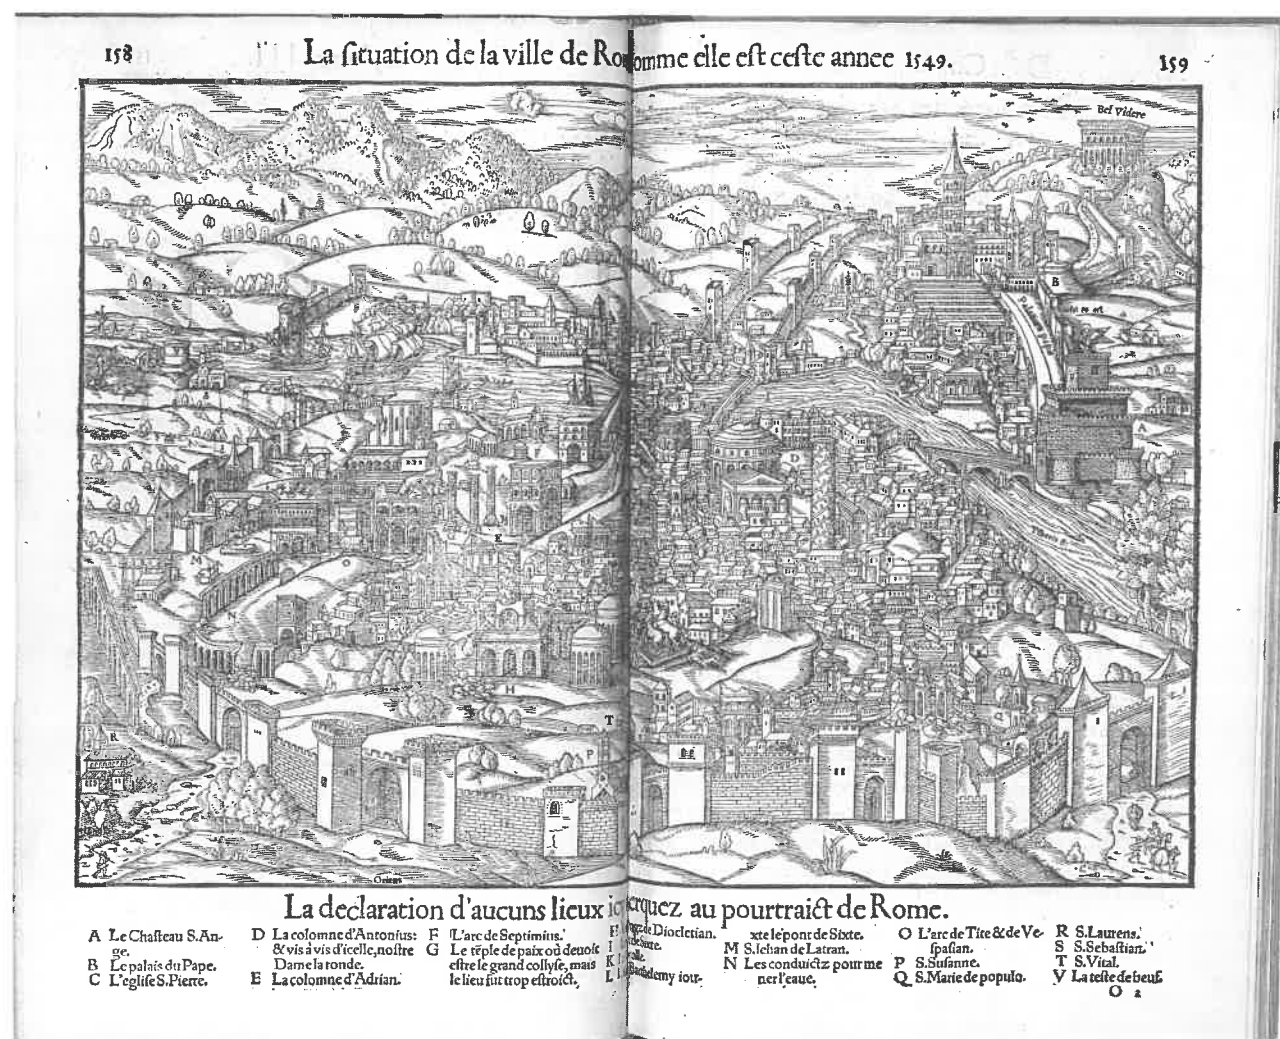

Fig. 1 – "POURTRAICTS" de Rome par SÉBASTIEN MÜNSTER (1547)
En ce début du Quattrocento, une tradition cartographique consiste à dessiner les villes comme si on les voyait en les survolant, d'où leur nom de "vues d'oiseau" qu'on a généralement donné à ce genre de dessin. Ces vues sont des œuvres d'artistes : le dessin monte depuis le devant de la scène jusqu'à l'arrière-plan ; il laisse voir le contour de la ville, suivre ses murs d'enceintes dont la hauteur décroît jusqu'au fond de l'image ; on voit à l'intérieur les toits et les tourelles, et parfois, par un effet de bascule, les façades des monuments, et jusqu'aux cours et jardins des plus grandes demeures. On en connaît de nombreuses pour la ville de Rome. La tradition s'épanouissant à la Renaissance avec les travaux des cosmographes, (dessins des Chroniques de Schedel ¹, "pourtraicts" de Sébastien Münster ² (fig. 1) connaît ses plus belles réalisations avec le dessin de "perspectives cavalières", à la fin du XVI^e siècle, au XVII^e siècle, avec Braun et Hogenberg ³, Thomas Mérian ⁴, etc.
- 2 – SEBASTIEN MÜNSTER "La Cosmographie Universelle" (la fig. 1 est la reproduction de la planche de Rome n°45).